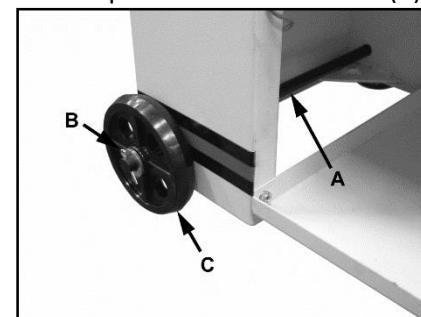

Рис.3
Проденьте ось (A, Рис. 3) через отверстие в основании станка, установите колеса (B) с каждой стороны и закрепите их шплинтами (C).